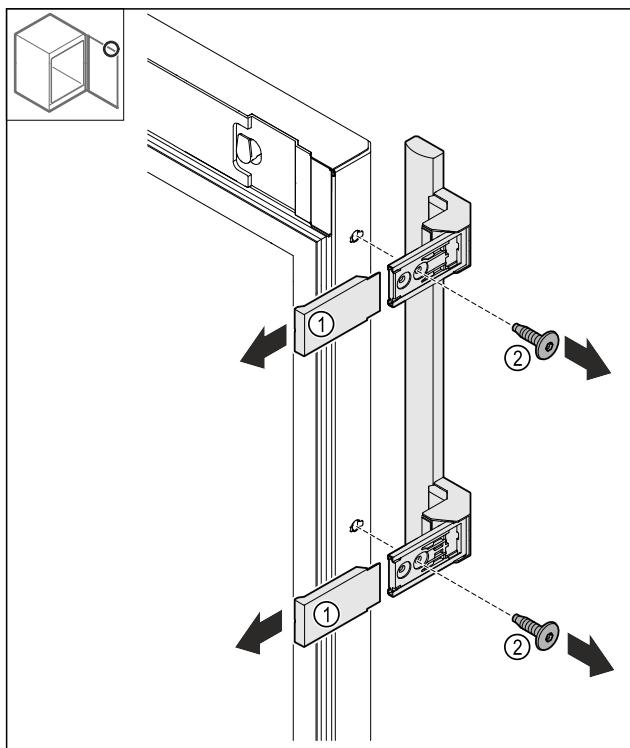

Fig. 24
- Skinite poklopce Fig. 24 (1).
- Otpustite vijke Fig. 24 (2).